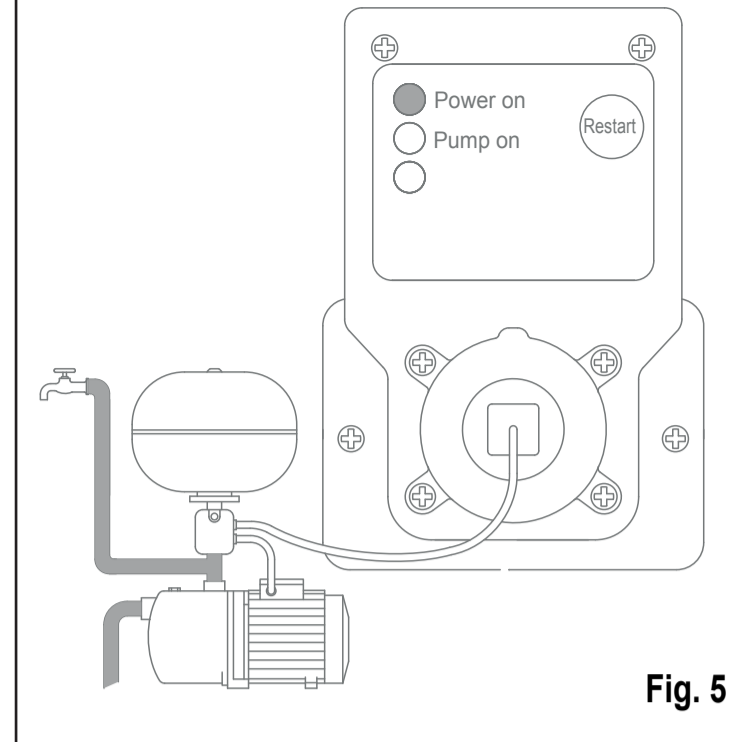

Fig. 5
- Close the tap and wait for the pump to stop (Figure 5). It is now possible to use the system normally.
- Fermer l'utilisation et attendre que la pompe s'arrête (Fig. 5). Il est maintenant possible d'utiliser l'installation normalement.
- Schließen Sie die Anwendung und warten Sie, bis die Pumpe ausgeht (Abb. 5). Jetzt kann die Anlage normal verwendet werden.
- Закройте водопроводный кран и убедитесь, что насос выключится (рис.5). Теперь система готова к использованию.